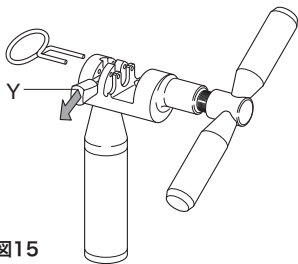

図15
- 工具 **UT-CN400** のレバーを、クローズ・モード (Y - 図15) にします。